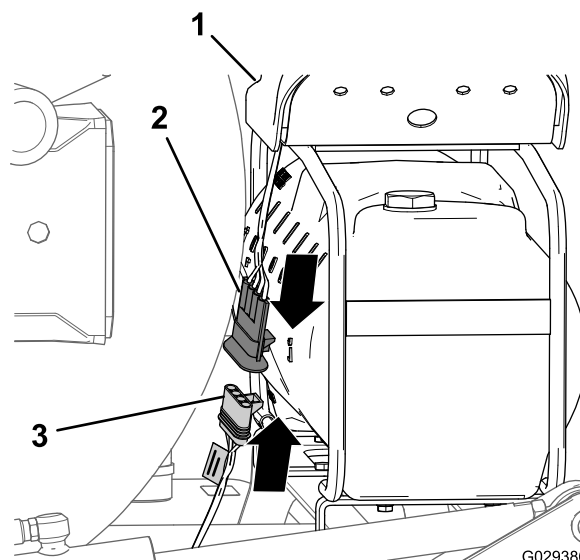

Рисунок 200
1. В конце ответвления длиной 236 см жгута проводов совместите 4-гнездовой разъем жгута проводов доводочного комплекта с 4-штыревым разъемом жгута проводов компрессора (Рисунок 200).
2. Вставьте 4-штыревой разъем в 4-гнездовой разъем (Рисунок 200).